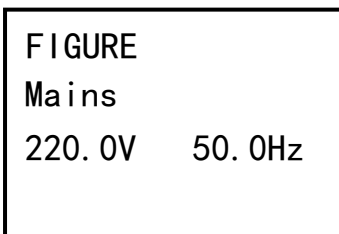

Рисунок 7
- параметры входного сетевого напряжения (см. рисунок 7);